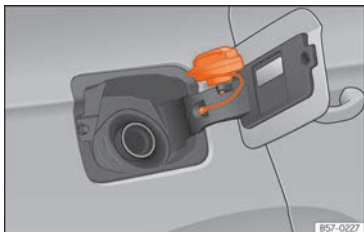

Fig. 217 Trappe à carburant avec bouchon fermé.
- Placez le bouchon dans le logement se trouvant sur la charnière de la trappe à carburant ouverte »» fig. 217.